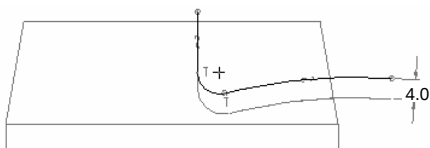

图 6.7.6 草图 2
Step5. 创建图 6.7.6 所示的草图 2。在操控板中单击“草绘”按钮 ；选取 DTM1 基准平面作为草绘平面，选取 TOP 基准平面为参考平面，方向为左，单击  按钮，绘制图 6.7.6 所示的草图。